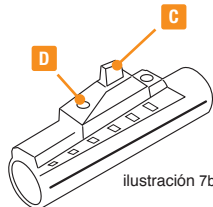

ilustración 7b
Los modelos RWS 48, 52 y 54 están equipados con un frente ajustable [(3) – vea **ilustración 7b**]. Puede ser ajustado soltando el tornillo (4), mueva deslizándolo hacia una posición más alta o más baja. Después vuelva a socar los tornillos.